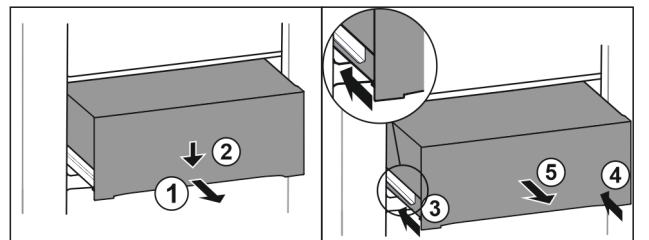

Fig. 100
- Estrarre il cassetto a metà. Fig. 100 (1)
- Premere il cassetto sul lato anteriore verso il basso. Fig. 100 (2)
- Spingere la guida sinistra di circa 2 cm verso l'interno. Fig. 100 (3)
- ▶ Spingere la guida destra di circa 2 cm verso l'interno. *Fig. 100 (4)*
- ▶ Rimuovere il cassetto tirandolo in avanti. *Fig. 100 (5)*